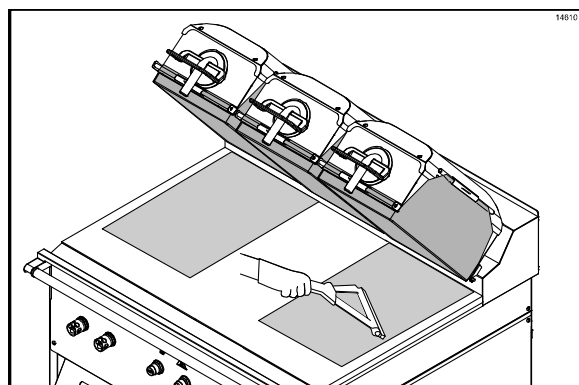

Figura 76
51. Repita as últimas duas etapas para a folha antiaderente do outro lado do grill. (Veja a Figura 76.)